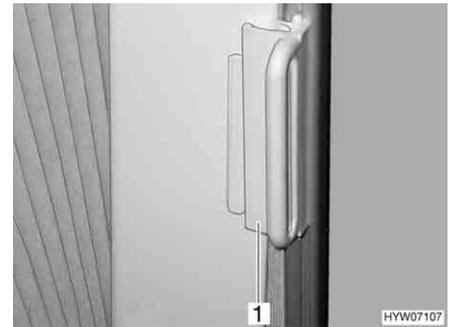

Fig. 39 Bloqueo para estor plegable
- Desplazar el tirador (Fig. 39,1) hasta la pieza sobrepuesta. El estor plegable queda asegurado.